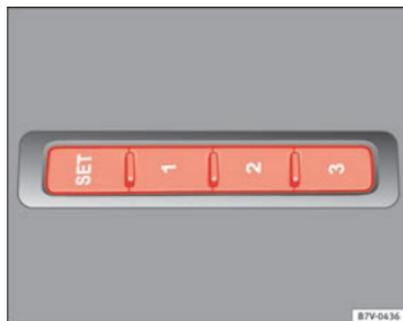

Abb. 81 Memorytasten außen am Fahrersitz.
- Taste **SET** länger als eine Sekunde drücken → Abb. 81.